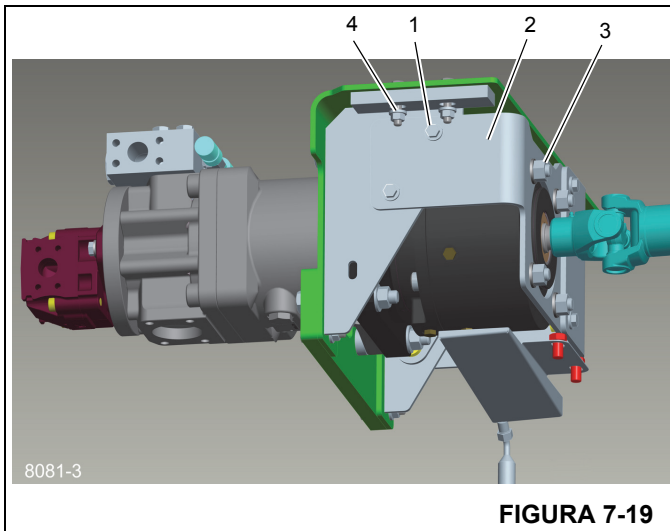
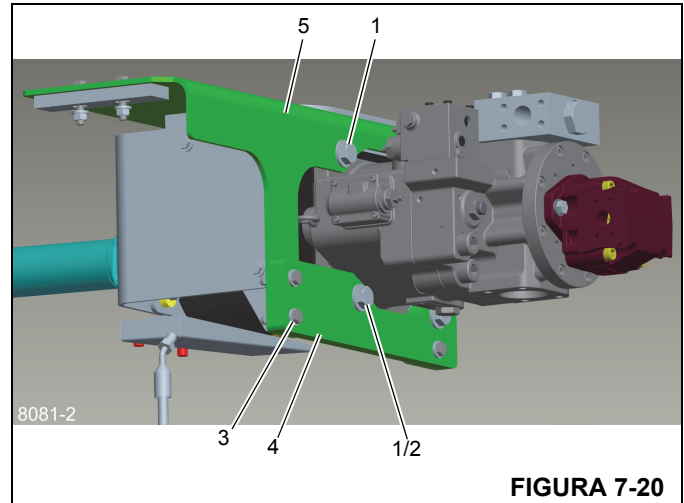

FIGURA 7-19
FIGURA 7-20
1. Remova os parafusos e as arruelas (1, Figura 7-19) e a placa de porca dupla, fixando a placa de suporte frontal (2) ao suporte de montagem.
2. Remova os parafusos, as porcas e as arruelas (1, Figura 7-20) que prendem a embreagem, o suporte de montagem e a bomba unidas. Uma bucha (2) que está no último parafuso cairá quando o hardware for removido.
3. Remova os três parafusos, porcas e arruelas (3) que prendem a placa de montagem (4) ao suporte de montagem (5).
5. Usando um torque short Allen ou uma ferramenta, construída apertando as contraporcas em um parafuso 7/16 inserido no batente do parafuso Allen com cabeça e mantido por uma ferramenta, remova os parafusos Allen com cabeça, as porcas e as arruelas (3, Figura 7-19) que mantêm a placa de suporte frontal presa à embreagem.
1. Monte a placa inferior (4, Figura 7-20) no suporte de montagem (5) ao redor do corpo da bomba usando três parafusos, arruelas e porcas (3).
2. Deslize a embreagem para dentro do eixo estriado da bomba, instale a bucha (2) removida na etapa 1 acima e recolocque os parafusos, as porcas e as arruelas (1, Figura 7-20). Aperte as peças de fixação; consulte *Elementos de fixação e valores de torque*, página 1-14.
3. Conecte sem apertar a placa de suporte frontal (2, Figura 7-19) à frente da embreagem usando as porcas, arruelas e parafusos Allen com cabeça (3). Fixe a placa de suporte frontal no suporte de montagem com os parafusos com cabeça, arruelas e placa de porca dupla (1). Aperte suavemente as peças de fixação permitindo que o conjunto fique no lugar. Aperte todas as peças de fixação de acordo com *Elementos de fixação e valores de torque*, página 1-14.
1. Por meio do dispositivo de elevação, coloque o conjunto embreagem/suporte de montagem/bomba no guindaste e monte sem apertar com os parafusos com cabeça, porcas e arruelas (4, Figura 7-19).
6. Aperte as peças de fixação (4, Figura 7-19), consulte *Elementos de fixação e valores de torque*, página 1-14.